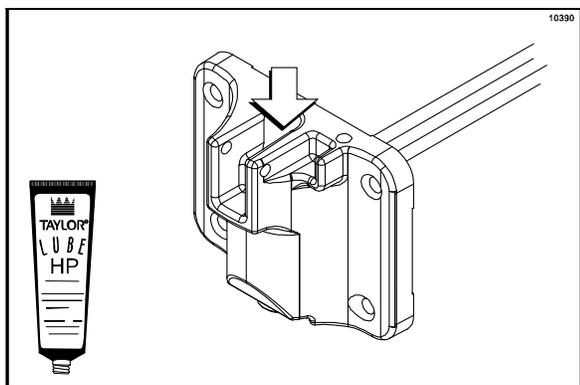

図136
11. フリーザードアバルブの溝の上内側に潤滑油を薄く塗ります(図136を参照)。